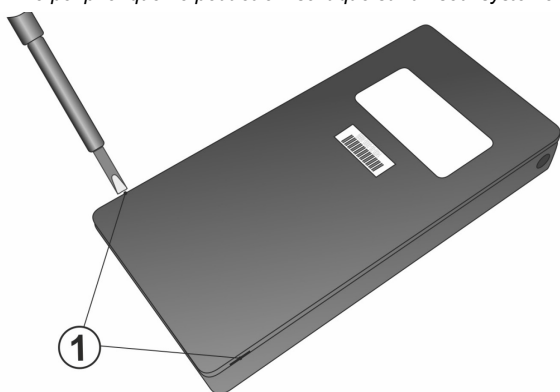

Fig. 4 : Méthode d'ouverture de la touche de détresse : 1. Deux zones d'ouverture du périphérique avec un tournevis à tête plate
Pour utiliser cette fonction, il faut remplacer comme indiqué sur la fig. 4 le guide optique par défaut par un guide optique équipé d'un clip (6), compris dans l'emballage. La détection du retrait des billets de banque peut être utilisée pour protéger des contrats ou tout autre document de valeur dans un coffre-fort ou un boîtier sécurisé.
2. Fixer la plateforme de montage sur l'emplacement requis à l'aide de quatre vis (2).
3. Retirer la plaque arrière du périphérique en la soulevant à l'aide d'un tournevis à tête plate comme indiqué sur la fig.4.
La centrale détecte et signale automatiquement un statut de pile faible. Il est nécessaire de placer le système en mode Service avant de procéder au remplacement de la pile (la touche est équipée d'un contact anti-sabotage). Le périphérique peut être ouvert comme indiqué en fig. 4. Avant d'insérer de nouvelles piles dans le périphérique, attendre au moins vingt secondes ou appuyer plusieurs fois sur la touche d'activation (afin de décharger toute l'énergie résiduelle du périphérique). Afin d'assurer le bon fonctionnement du périphérique, nous recommandons d'utiliser des piles fournies par le réseau de distribution Jablotron ou toute autre pile alcaline de marque de haute qualité.